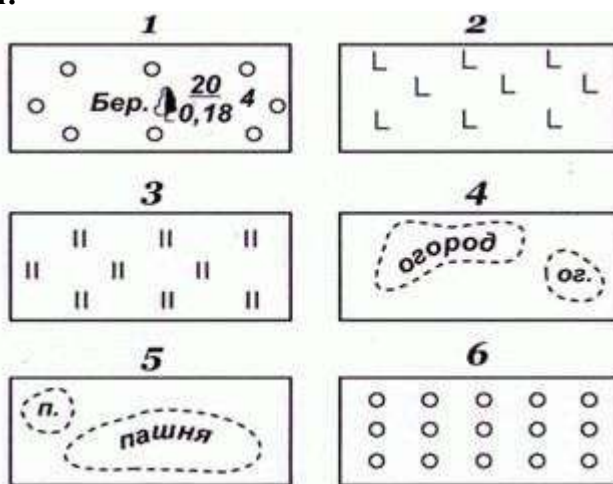

Рис. 63 Площадные условные знаки:
1. Площадные условные знаки (рис. 63) применяют для заполнения площадей объектов (например пашни, леса, озера, луга); они состоят из знака границы объекта (точечный пунктир или тонкая сплошная линия) и заполняющих его изображений или условной окраски; например, на условном знаке 1 показан березовый лес; цифры (20/0,18) *4 характеризуют древостой, (м): числитель – высоту, знаменатель – толщину ствола, 4 – расстояние между деревьями.